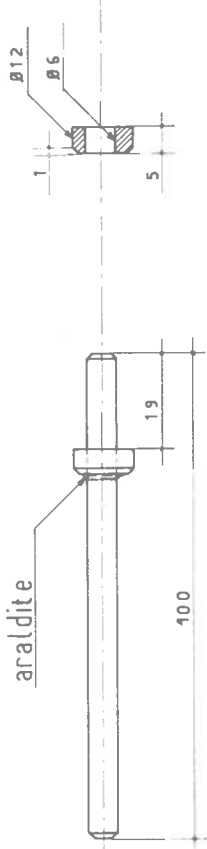

FIG. 121 Bras de contre réaction 31
Usinage du bras de contre-réaction 31 (fig. 121)
- 2° Tourner la rondelle d'arrêt dans le rond de Ø 12 mm aux cotes de la figure 121, à droite.